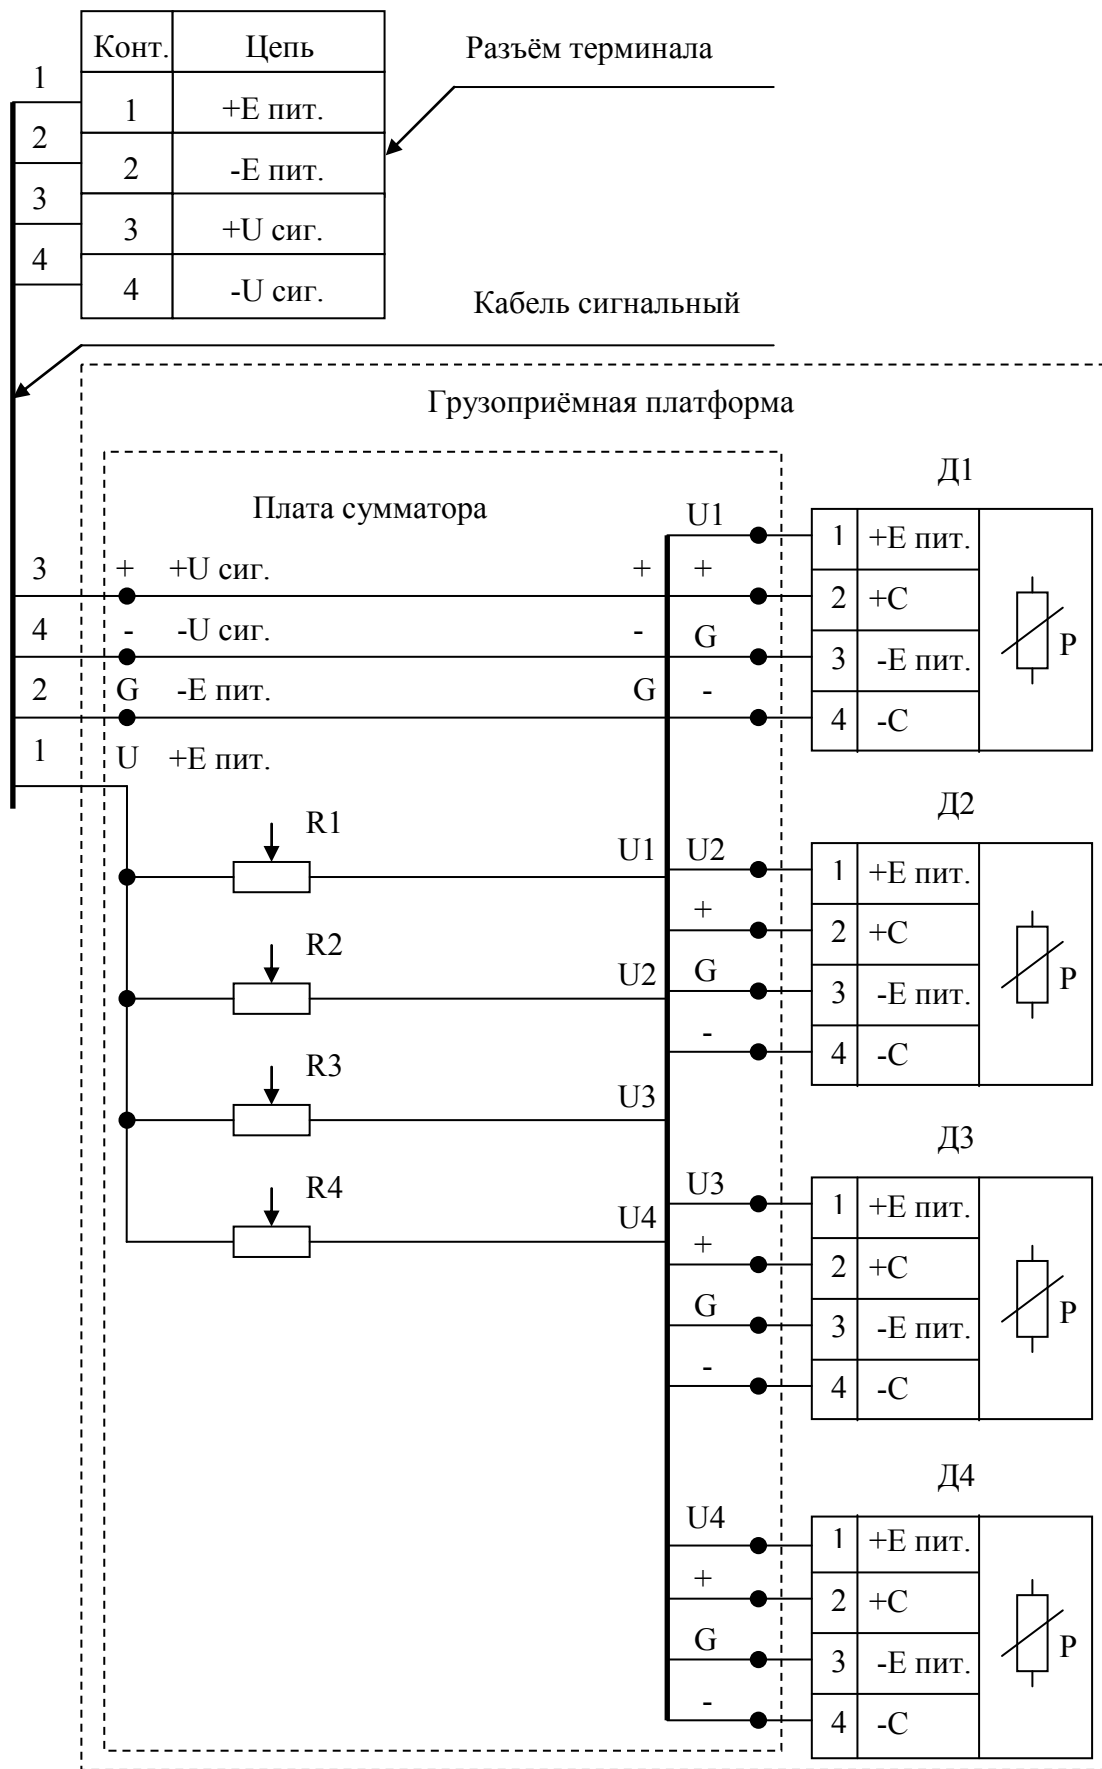

Рис. 3.4. Электрическая схема соединений весов ВСП-4
Электрическое соединение датчиков осуществляется на плате сумматора (см. рисунок 3.4).
5.7 Проверка исправности платы сумматора включает в себя проверку платы на наличие в ней влаги, загрязнений, а также исправность и соответствие номиналу установленных на ней переменных резисторов (см. рис.3.4).